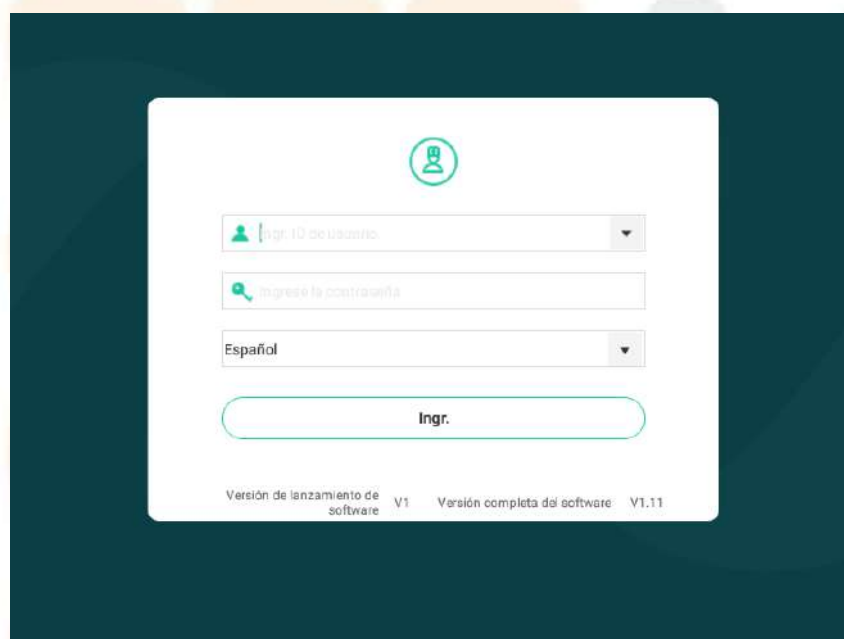

Imagen 6-1 Ingreso
1. Presione el botón **encendido/apagado** , que está debajo de la pantalla táctil, para encender el analizador. Después de la inicialización, el sistema mostrará la pantalla de ingreso, como se muestra en la Imagen 6-1.